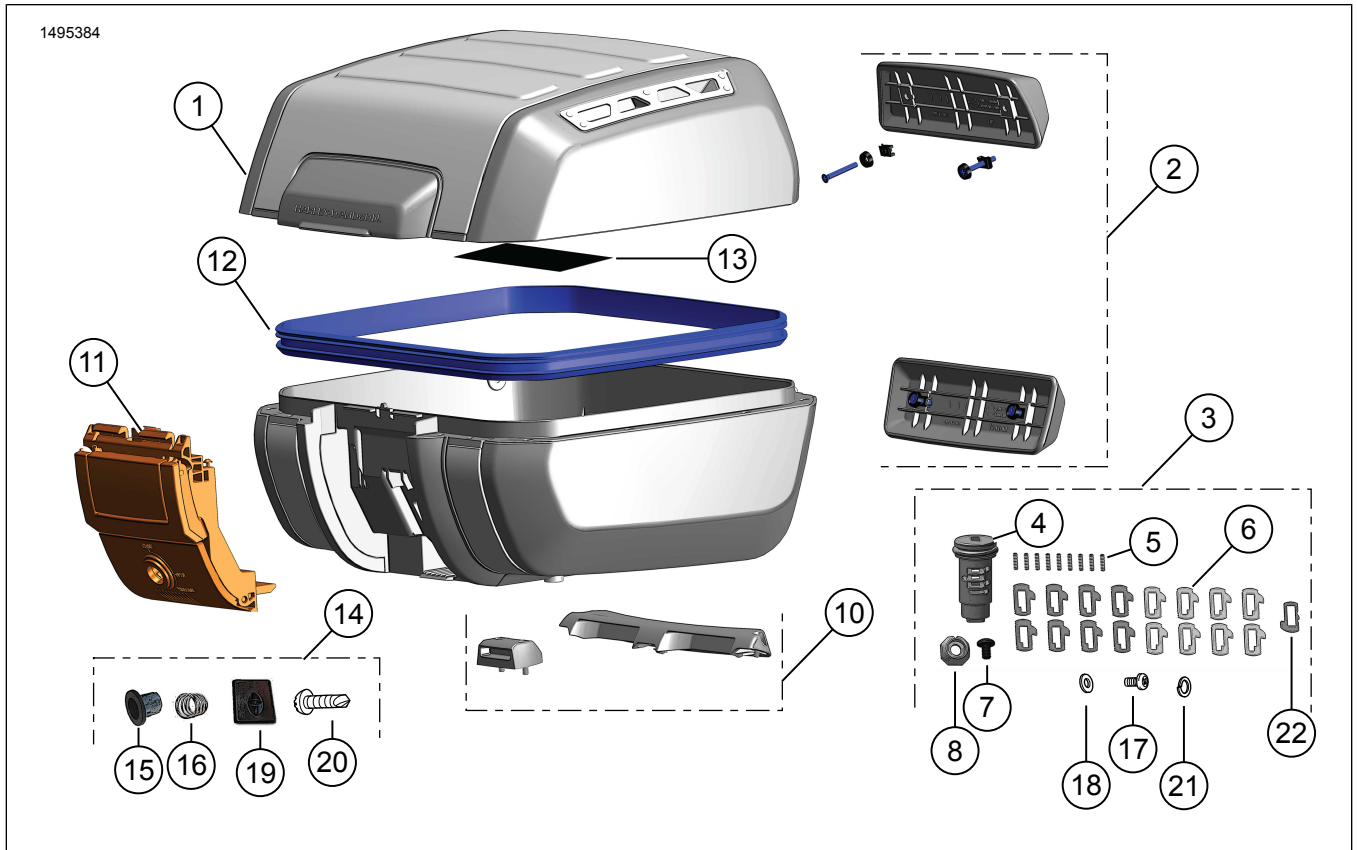
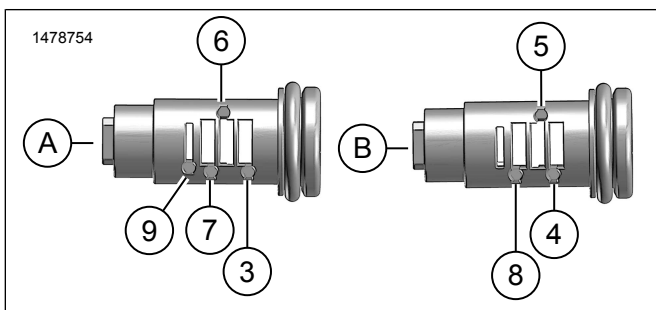

图1。套件内容：可拆卸顶箱
图4。弹簧和弹子安装位置(典型)
- 图4将弹子弹簧(5)安装到锁头子组件(A)侧上的槽3、6和7的孔中，参见图1。
- 图4根据表3中确定的制动刷编号将弹子#11-14(6)安装到槽3、6和7中，参见图1。
- 图4将弹子弹簧(5)安装到锁头子组件(B)侧上的槽4、5和8的孔中，参见图1。
- 图4根据表3中确定的制动刷编号将弹子#21-24(6)安装到槽4、5和8中，参见图1。